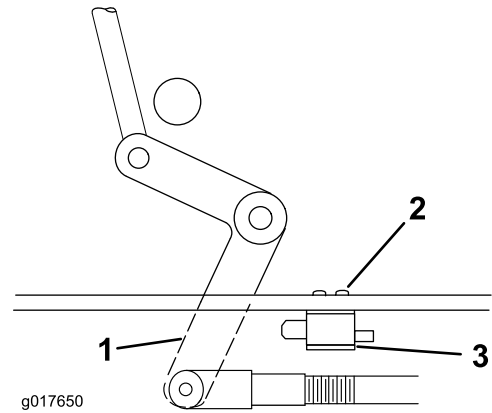

Figure 47
- Au besoin, réglez le contacteur de sécurité des lames en desserrant les boulons de fixation du support du contacteur (Figure 47).
- Déplacez le support de fixation jusqu'à ce que le levier coudé enfonce le plongeur de 6 mm ($\frac{1}{4}$ po); voir (Figure 47).
1. Examinez le tranchant des lames (Figure 47).
4. Remplacez immédiatement toute lame fendue, usée ou qui présente une entaille sur cette partie (Figure 47).